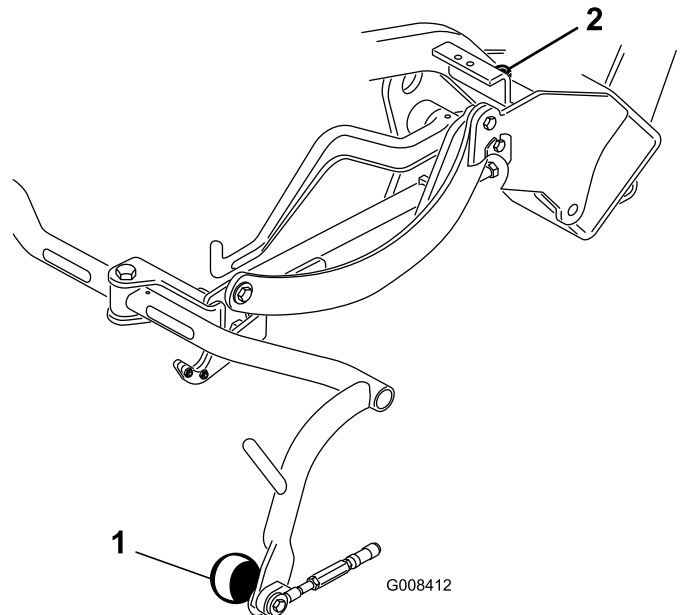

Figura 9
4. Se dovete regolare il gioco, allentate il controdado sulla vite di arresto del telaio portante (**Figura 9**) e ruotate la vite in alto o in basso per sollevare o abbassare il telaio portante. Serrate il controdado per mantenere la regolazione.